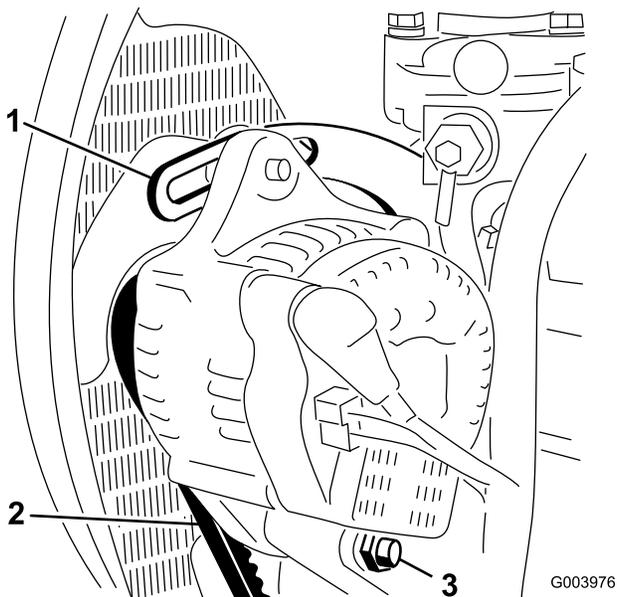

图70
2. 检查交流发电机皮带张紧力的方法：使用 10kg 的力按压交流发电机和曲轴箱皮带轮之间的皮带（图 70）中间位置。
3. 松开将皮带环形支架固定到发动机（图70）的螺栓，以及将交流发电机固定到皮带环形支架上的螺栓和枢轴螺栓。